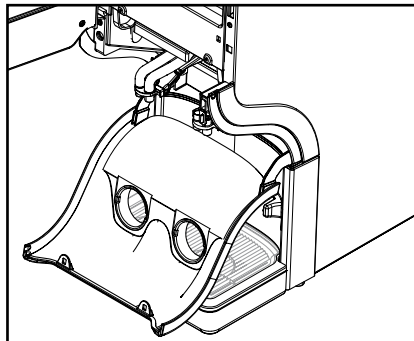

Abb. 26
- b. Ziehen Sie die Auslaufabdeckung nach unten. (Abb. 26)